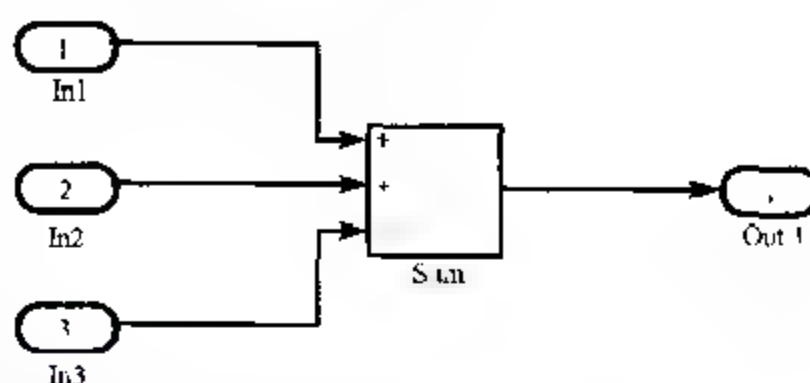

图 2.26 子系统模块及其输入与输出
3) 在空的子系统(Subsystem)窗口中,创建子系统,使用输入(Inport)模块代表该子系统从外部的输入,使用输出(Output)模块代表该子系统的输出。例如,图2.26所示的子系统包含 Sum 模块,并且包含 Inport 模块和 Outport,以表示从该子系统的输入和输出。